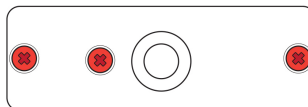
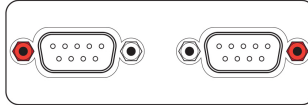

Abbildung 4: Befestigungsstellen an der Rückseite des Gehäuses
Abbildung 5: Befestigungsstellen der D-Sub-Anschlüsse an der Vorderseite des Gehäuses
8. Verschrauben Sie die Vorder- und Rückseite (siehe Abbildung 4 und Abbildung 5).